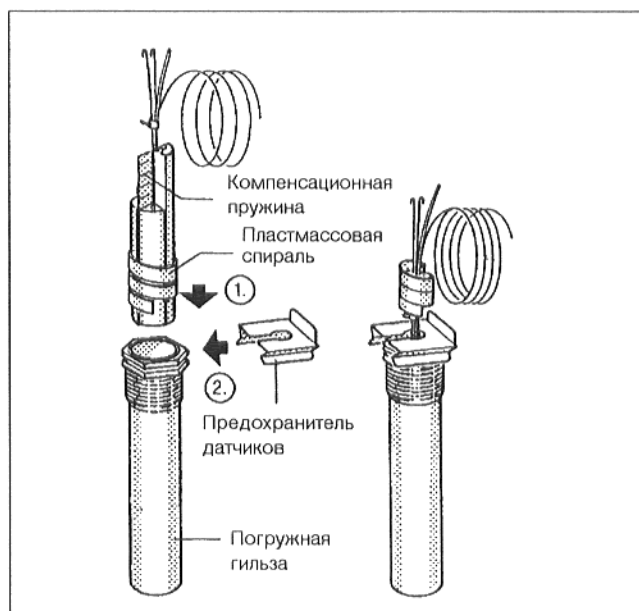

Рис. 22
- Пластмассовая спираль – для удержания датчиков вместе – при вставлении автоматически перемещается назад (Рис. 22).
- Чтобы обеспечить контакт между погружной гильзой и поверхностями датчиков и, тем самым, надежный контроль температуры, необходимо вставить между датчиками компенсационную пружину (Рис. 22).
- Сбоку или сверху надеть на головку погружной гильзы предохранитель датчиков (Рис. 22).